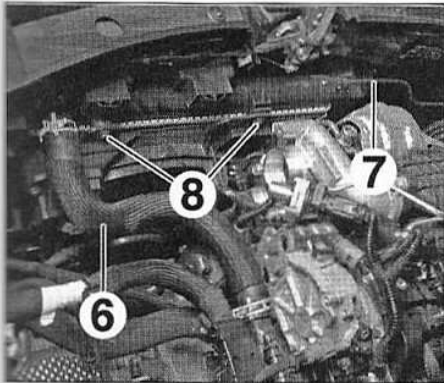

FIG.26
- la durit supérieure de radiateur (6) (Fig.26),
- le tuyau de dégazage (7).
- Déposer les vis (8).